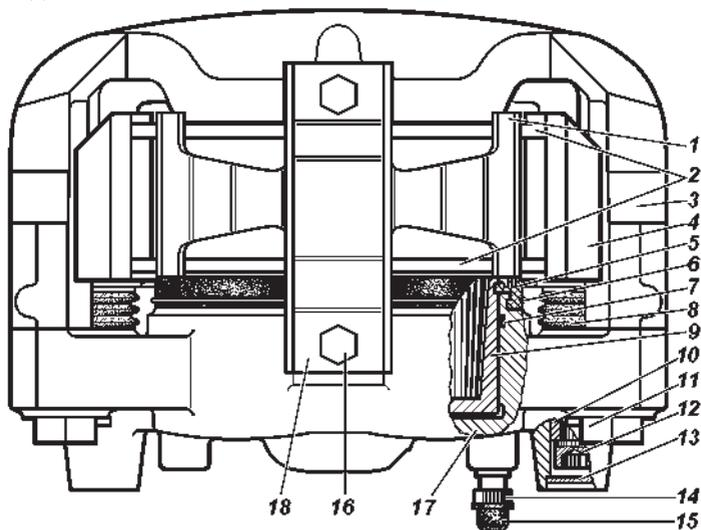

Рис. 9.30. Передние дисковые тормоза:
**Дисковый тормоз передних колес.** Для осмотра тормозных колодок 2 (рис. 9.30) установите автомобиль на горизонтальной площадке, затормозите стояночным тормозом и снимите колесо. Осмотр колодок проводите через окно в суппорте 4. Если фрикционные накладки износились до толщины 1,5-2,0 мм, то замените колодки новыми. Замену производите на обоих передних колесах.